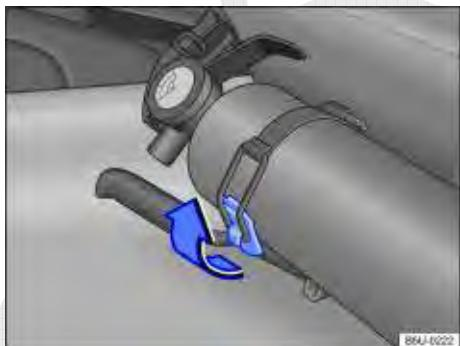

Fig. 149 No banco do condutor: extintor de incêndio.
- Soltar a abraçadeira de fixação, puxando-a para cima ⇒ Fig. 149 no sentido da seta.